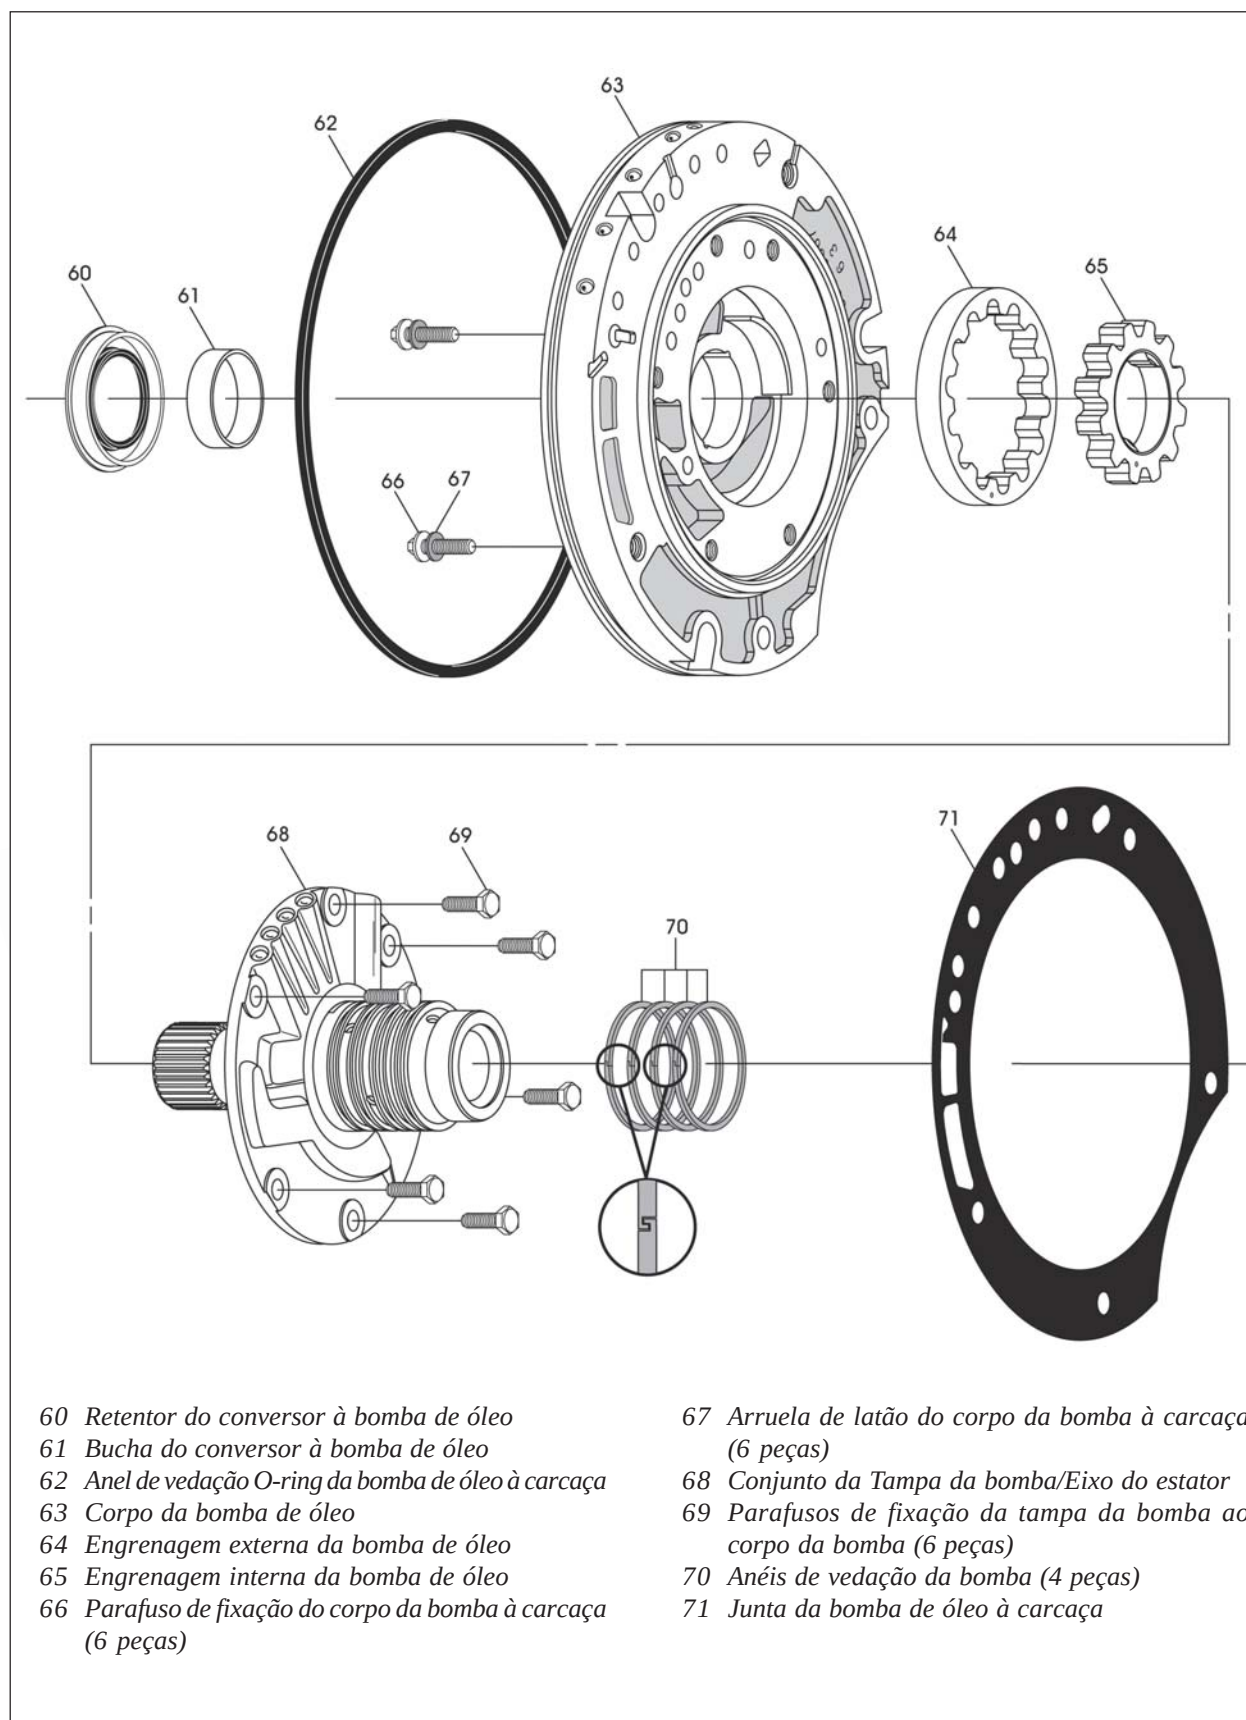

Figura 198
1. Desmonte o conjunto completo da bomba utilizando a figura 198 como guia.